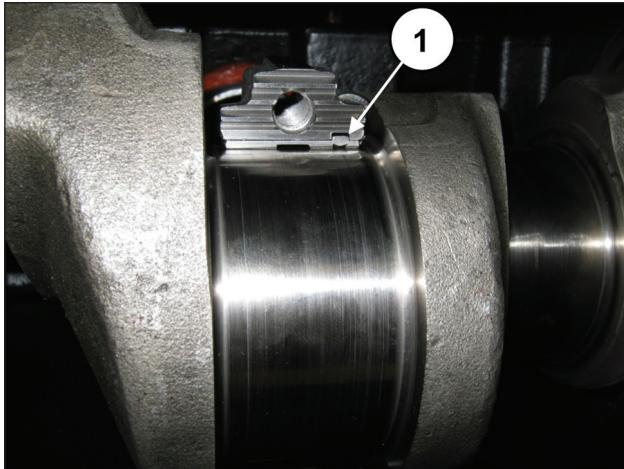

Fig. 68
**Per un corretto montaggio dei semicuscinetti assicurarsi che la linguetta di riferimento dei semicuscinetti venga posizionata nell'apposito alloggiamento sulla semibiella (pos. ①, Fig. 68).**